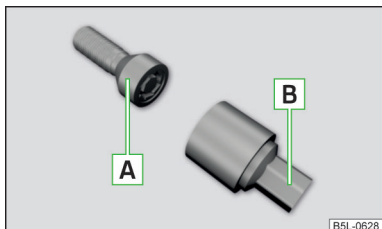

Fig. 150
Os parafusos anti-roubo da roda protegem as rodas de serem roubadas. Estes só podem ser **soltos/apertados** com a peça de encaixe **B** » Fig. 150.
- Colocar a peça de encaixe **B** » Fig. 150 até ao batente no parafuso anti-roubo da roda **A**.
- Coloque a chave de rodas até ao batente no parafuso da roda. Utilizar para os parafusos anti-roubo da roda a peça de encaixe associada » Fig. 150 na página 140.